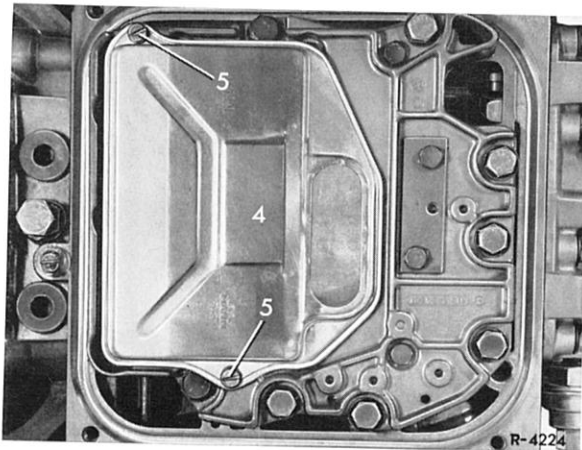

Bild 27-1/58
44 Ölfilter (4) aufsetzen, Befestigungsschrauben (5) einschrauben und mit dem vorgeschriebenen Anziehdrehmoment anziehen (Bild 27-1/58).